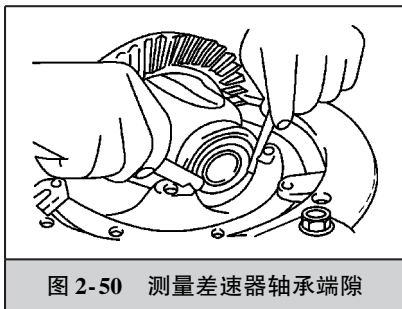

图 2-50 测量差速器轴承端隙
1) 把差速器壳放入减速器壳内，使用塞尺测量差速器轴承的端隙。此端隙用来计算两侧调整垫片的厚度，如图2-50所示。